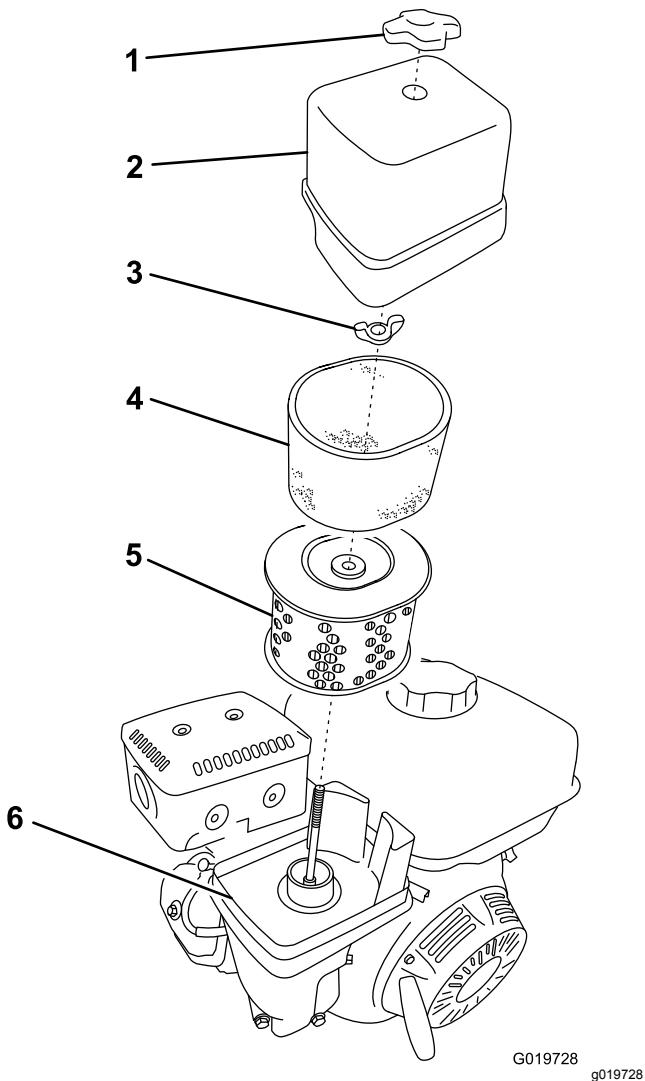

Figura 22
3. Retirez l'écrou de fixation du couvercle (Figura 22).
5. Déposez les éléments en mousse et papier de la base (Figura 22).
6. Sortez l'élément en mousse de l'élément en papier (Figura 22).